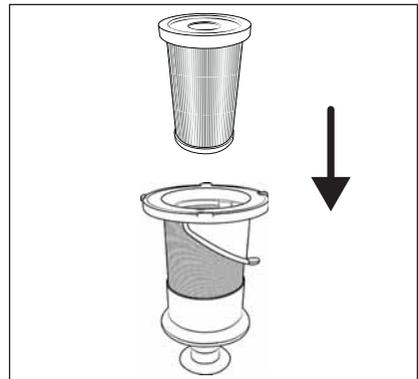

Abb. 22
- 7) Setzen Sie den HEPA-Filter **5** in den Edelstahlfilter **6** ein (siehe Abb. 22).